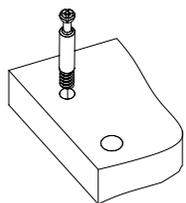
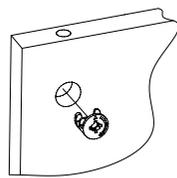

Рис.1
Рис.2
1. Подготовьте детали к сборке. Вкрутите шпильки минификсов в деталь 1, 2, 3 (Рис. 1). Затем вставьте головки минификсов в детали 4, 5, 6 (Рис. 2).